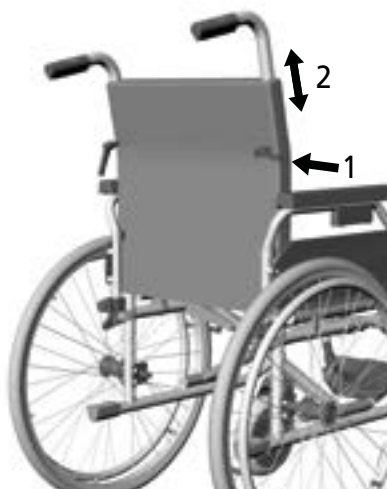

fig.23
1. Svitare innanzitutto le viti della leva di bloccaggio sul lato posteriore dello schienale. (1, fig. 23)
2. Estrarre quindi il tubo della manopola di spinta tirandolo verso l'alto e infine regolarlo sulla posizione desiderata. (2, fig. 23)